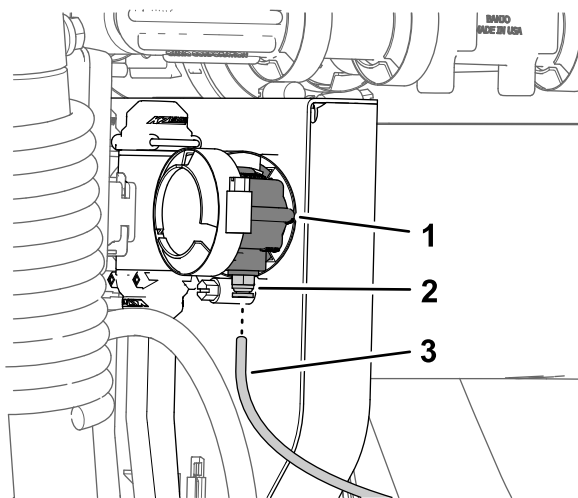

Figura 120
1. Allineate l'estremità del tubo di rilevamento della pressione (in plastica) per il manometro del cruscotto al collare di sicurezza per l'accoppiatore del tubo (Figura 120).
2. Inserite il tubo di rilevamento nel collare di sicurezza fino a quando non è completamente in sede (Figura 120).